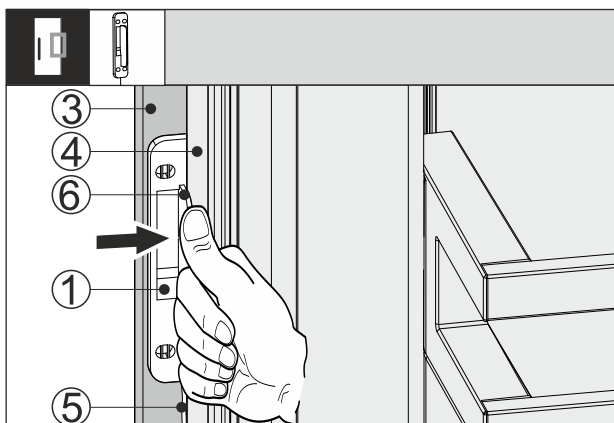

Fig. 66
- ▶ Вкарайте датчика за почукване Fig. 66 (1) между мебелното чело Fig. 66 (3) и вратата на уреда Fig. 66 (4), така че кабелът Fig. 66 (5) да е леко опънат. Ограничителят Fig. 66 (6) на датчика за почукване приляга към вратата на уреда Fig. 66 (4).
- ▶ Притиснете датчика за почукване Fig. 66 (1) към мебелното чело Fig. 66 (3).
- ▷ Датчикът за почукване Fig. 66 (1) е залепен. Залепването на датчика за почукване оптимизира предаването на сигнала с почукване.
Трайното фиксиране на датчика за почукване Fig. 66 (1) удължава живота му.
- ▶ Завинтете датчика за почукване Fig. 66 (1) с доставените винтове към мебелното чело Fig. 66 (3).